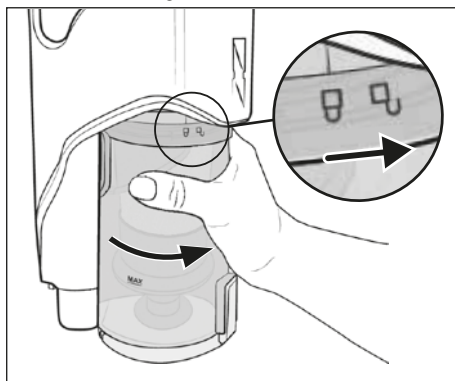

Fig. 23
- 8) Reinscrivere il contenitore della polvere 7 nell'apparecchio e ruotarlo in direzione del simbolo  (chiudere) fino ad innestarlo saldamente nell'apparecchio (vedere fig. 23).